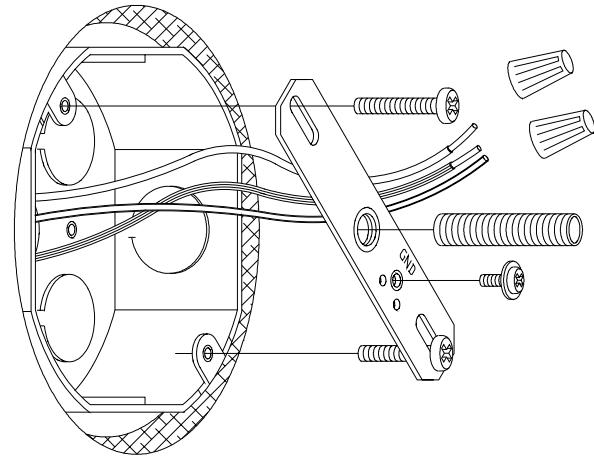

Figure 2
2. Thread (1) 1/8IP x 2" Nipple into Crossbar, about 1/4". (head of green screw should face outward). **See Fig 2.**
3. Attach the crossbar to the junction box by inserting the (2) #8-32 x 1" machine screws through the slots in the crossbar into the junction box. (head of green screw should face outward). **See Fig 2.**
2. Visser (1) tige filetée 1/8IP x 2 po dans la traverse d'environ 1/4 po. (Tête de la vis verte vers l'extérieur.) Voir la figure 2.
3. Fixer la traverse à la boîte de jonction en insérant les (2) vis de mécanique cal. 8-32 x 1 po dans les rainures de la traverse de la boîte de jonction. (Tête de la vis verte vers l'extérieur.) Voir la figure 2.
2. Enrosque (1) entrerrosca de 1/8IP X 2" en la barra transversal, acerca de 1/4". (la cabeza del tornillo verde debe mirar hacia afuera) . Vea Fig 2.
3. Conecte la barra transversal a la caja de ensambladura insertando los (2) tornillos de máquina #8- 32 X 1" por las ranuras de la barra transversal a la caja de ensambladura. (la cabeza del tornillo verde debe mirar hacia fuera). Vea Fig 2.